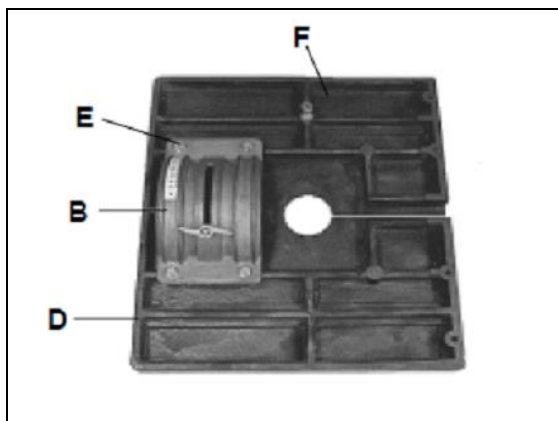

Fig 3
Bringen Sie die Tischwippe (B, Fig 3) an der Unterseite des Bandsägetisches (D) an, indem Sie die 4 - M8 x 16 Sechskantschrauben (E) und Unterlegscheiben verwenden. Stellen Sie sicher, dass sich die Neigungsskala an der Tischkante befindet.